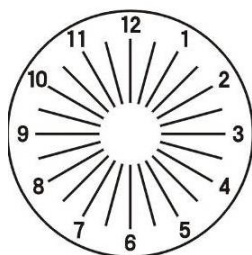

Fig.32
(4) Rotiți butonul cilindric al lentilei ②⑦ pentru a schimba valoarea C, .00 → .25 → .50 astfel încât fiecare linie să fie văzută în mod egal. Când este transformat la -0,50, graficul este așa cum se arată în Fig.32.
(5) Schimbați S cu pași de 0,25D rotind selectorul de putere sferic slab ②③ astfel încât acuitatea vizuală să devină de la 1,2 la 1,5. Înregistrați valoarea modificată a acuității vizuale.